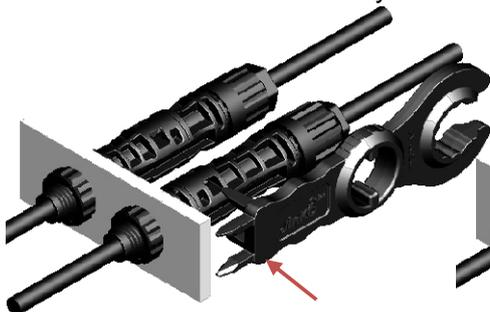

Figure 23
- ◇ 使用组装工具(类似 JKT-07)带有插销的一端插入连接器的卡扣位置 (如图 23)。
Insert the forks into the buckle of the connector by the assembly tool such as tool JKT-07(Fig. 23).